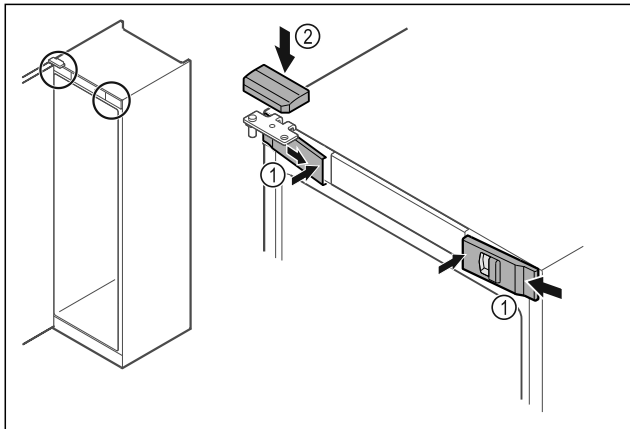

Fig. 48
- ▶ Z boku założyć przednie osłonki Fig. 48 (1) i zaczepić.
- ▶ Górną osłonkę Fig. 48 (2) zaczepić od góry.